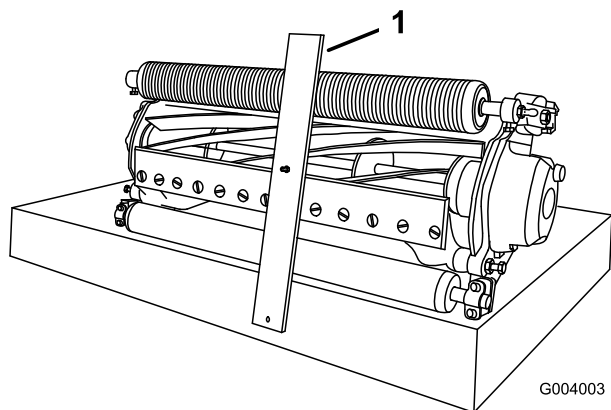

Figura 62
3. Agganciate la testa della vite sul tagliente della controlama, ed appoggiate la parte posteriore della barra sul rullo posteriore (Figura 62).